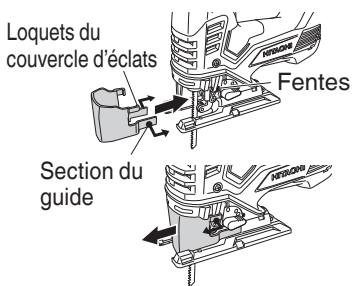

Fig. 9
12. Pose et dépose du couvercle d'éclats (Fig. 9)